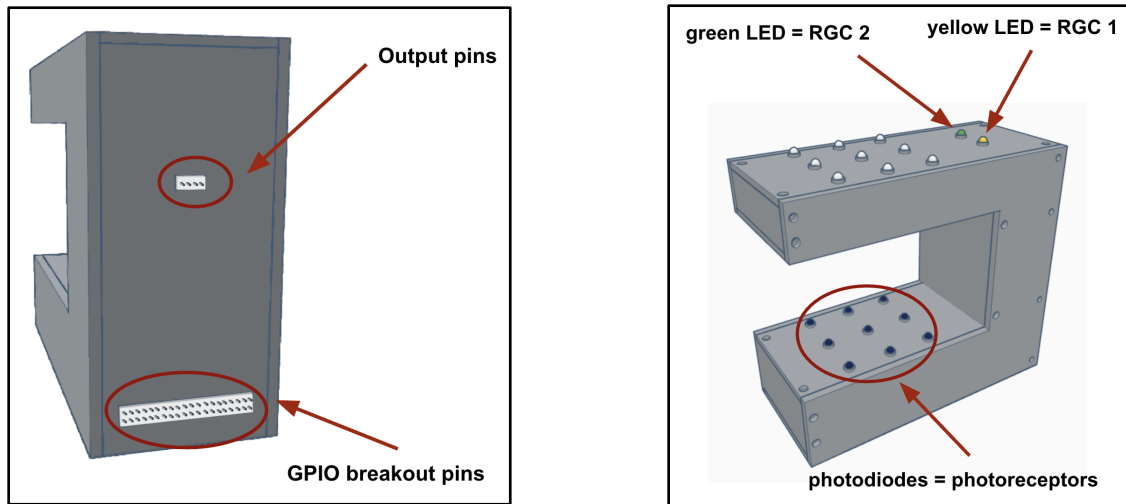
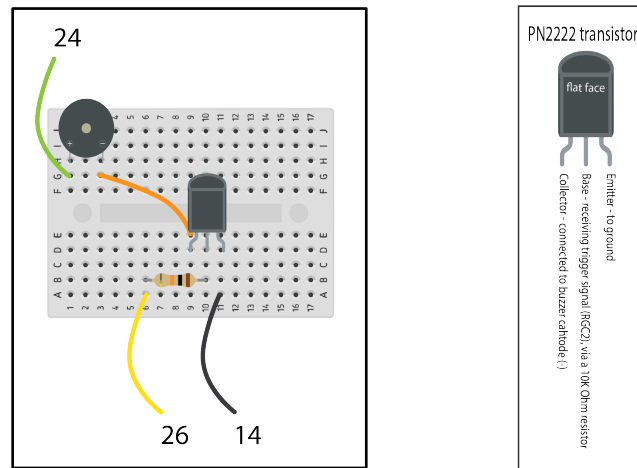

Figure 10. RetINaBox complètement assemblé.
Figure 19. Câblage de la plaque du buzzer (en lien avec le plan de leçon 2).
Ci-dessous (**Fig. 10**) nous montrons le boîtier complètement assemblé sous différents angles.
- b. Câblez les composants comme indiqué sur la **Fig 19**. Commencez par connecter trois fils du kit de câbles pré-sertis aux broches de sortie correspondantes, puis reliez ces fils en série à l'aide de câbles Dupont femelle-mâle (utilisez du ruban électrique isolant pour sécuriser les connexions). Notez que le buzzer est connecté à la carte d'extension GPIO via les broches de sortie situées à l'arrière du boîtier (voir **Fig. 10, 12 et 17**). Avec cette configuration, le buzzer ne sonnera que lorsque les broches 24